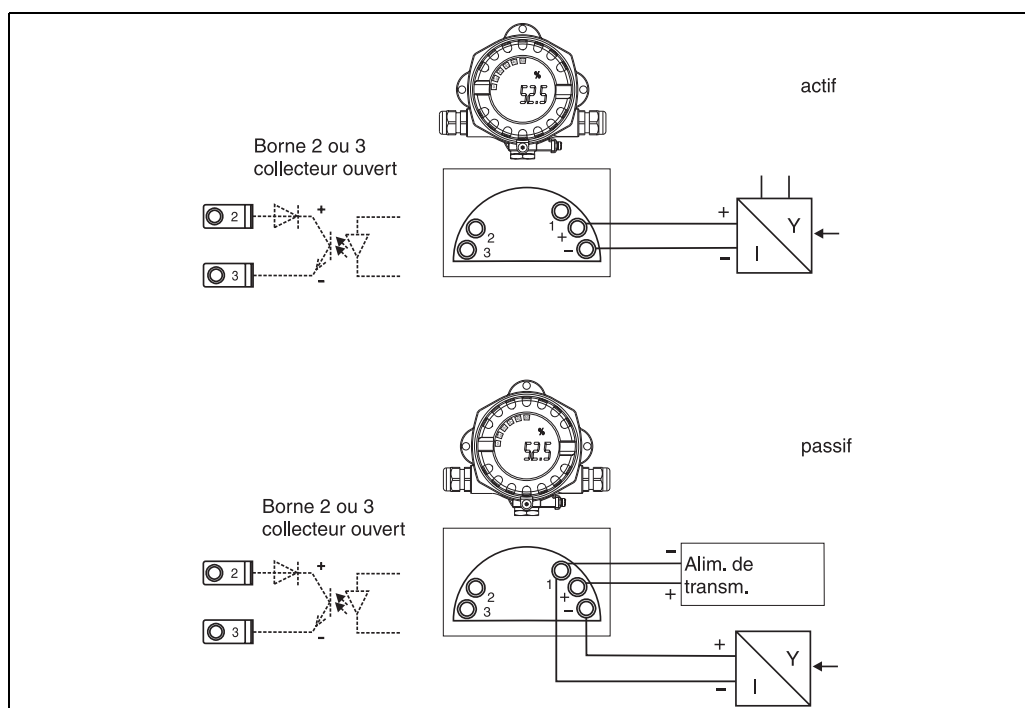

Fig. 6 : Occupation des bornes
6. Relier les câbles (→ Fig. 6).